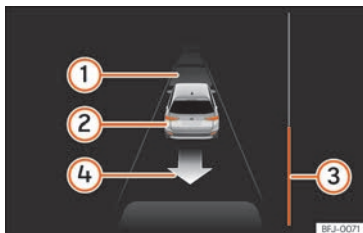

Fig. 284 Sur l'écran du combiné d'instruments : sortir d'une place de stationnement en créneau.
Légende de la **fig. 284** :
7.	<p>Reculer jusqu'à ce que retentisse le signal continu du ParkPilot.</p> <p>OU : reculez jusqu'à ce que l'indication de passer en marche avant apparaisse à l'écran du combiné d'instruments.</p> <p>La barre de progression » fig. 284 ③ indique la distance à parcourir » page 338.</p>